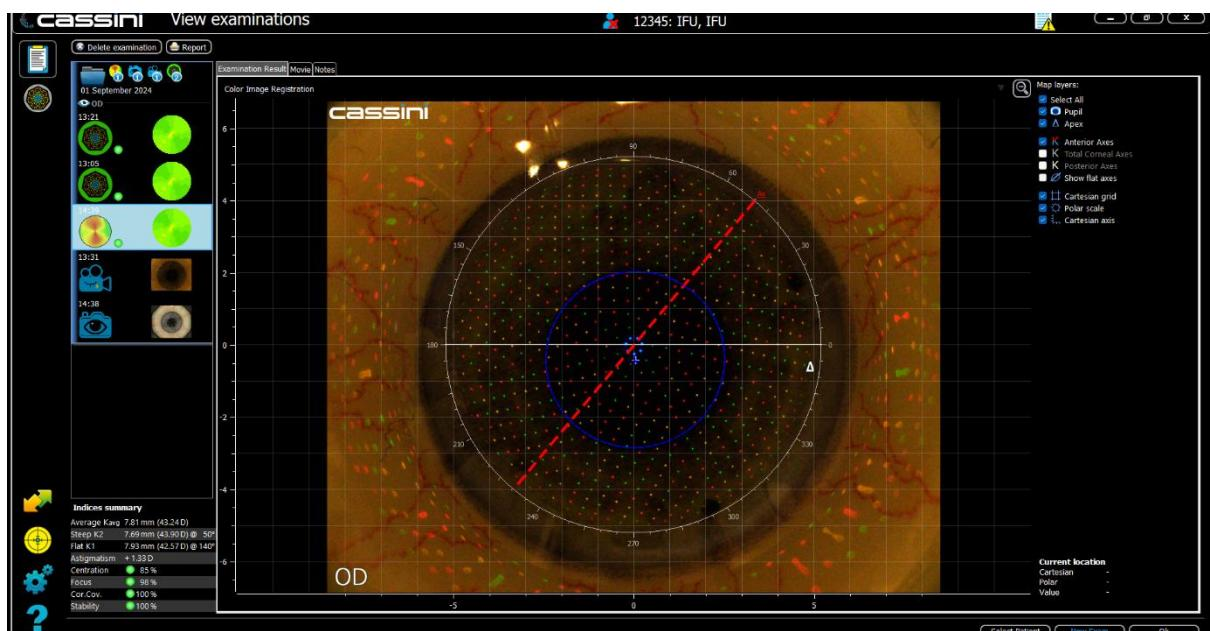

Figura 42: Resultados da Corneal Topography (1 perspetiva)
6. Clique em Accept com o rato ou utilize o joystick para confirmar a medição. Os resultados são exibidos conforme ilustrado na Figura 42